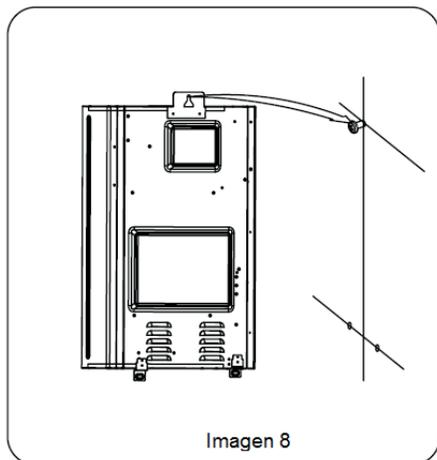

Imagen 8
(1) Hacer un agujero de acuerdo a las medidas en el diagrama 7 y coloque un tornillo de expansión M6.
(2) Cuelgue la ranura del estante colgante del calefon a gas en los pernos de expansión. Luego fije el calefon a gas atornillando los pernos (ver imagen 8).